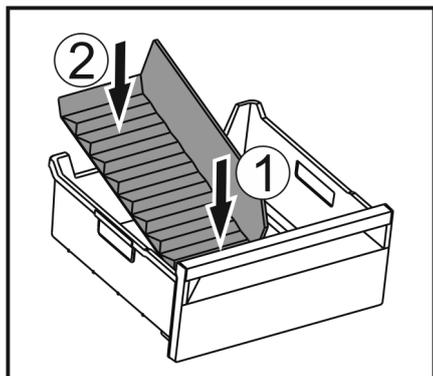

Fig. 158
- ▶ Installer la partie avant du séparateur de congélateur. Fig. 158 (1)
- ▶ Abaisser la partie arrière du séparateur de congélateur jusqu'au fond du tiroir. Fig. 158 (2)